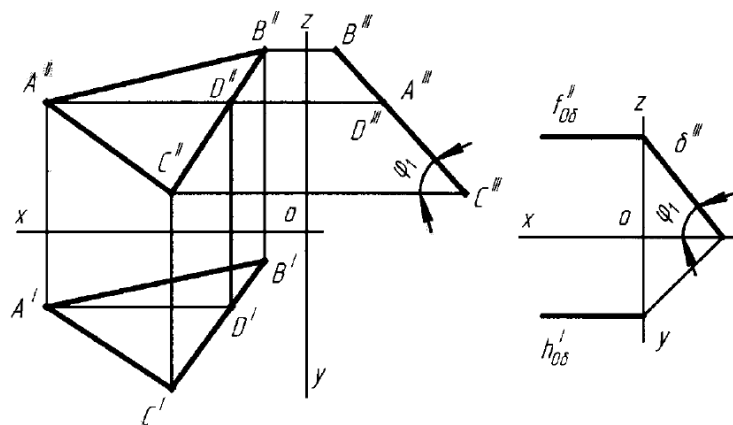

Рис.4
- Профильно-проецирующая плоскость (Рис.4)